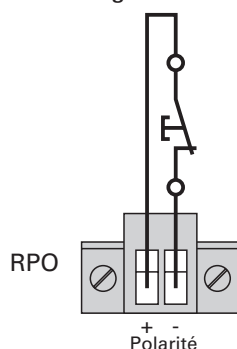

Figure 24.
- Raccordez un contact sec isolé, de type normalement fermé, entre les deux broches du connecteur, voir figure 24.